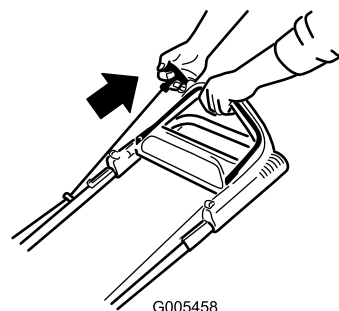

Figura 13
2. Tire del arrancador de retroceso (Figura 13).